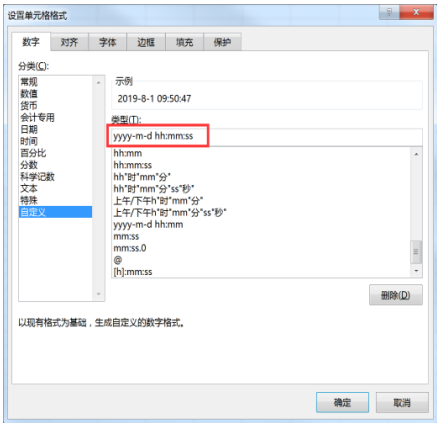

图7-1-5 自定义时间格式
1. 需要将时间字段TIME修改格式, 选中时间行列，鼠标右击选择“设置单元格格式”，在打开的设置单元格格式窗口左侧选择“自定义”，在红色框中请输入：yyyy-m-d hh:mm:ss。如图7-1-5所示。